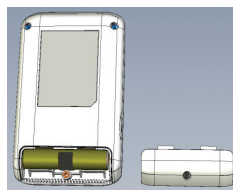
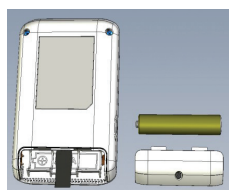

図1a
図1b
- 5.2.1. 電池を入れる／交換するには、機器の背面にある電池カバーを緩めて取り外します(図1a)。内蔵の布片を使用して古い電池を取り外し(入っている場合)、バッテリーコンパートメントの内側に表示されている極性の指示に従って新しい電池を挿入し(図1b)、カバーを元に戻し、ネジを締めます。